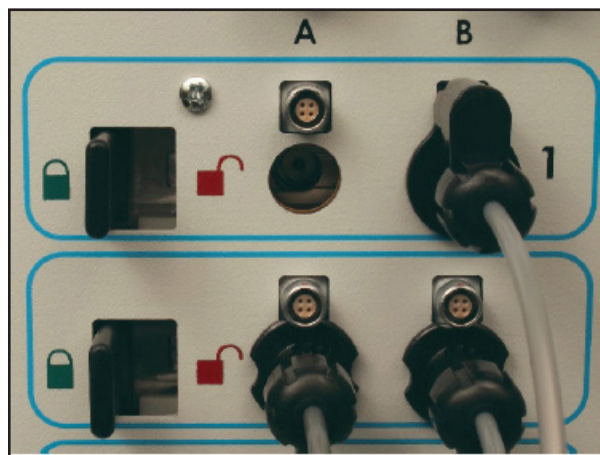

Figure 9. Verrouillage de l'aiguille dans le canal
4. Après avoir inséré une ou plusieurs aiguilles dans le canal approprié, verrouillez le canal en faisant glisser la barre de verrouillage à l'opposé du centre du système (figure 9).